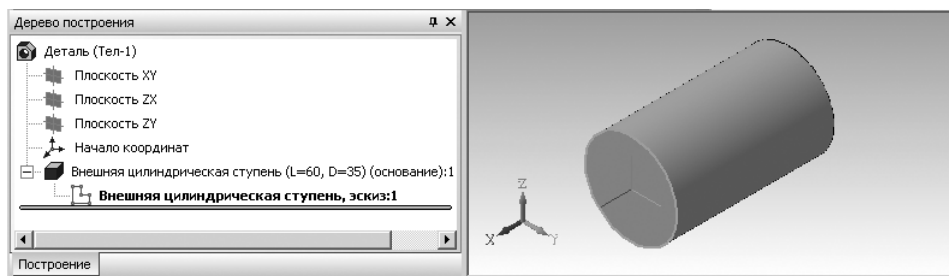

Рис. 3.82. Дерево построения и внешний контур первой цилиндрической ступени трехмерной модели
- щелкните на панели инструментов по кнопке  – **ОК**. Появится внешний контур первой цилиндрической ступени трехмерной модели, см. рис. 3.82. Одновременно в **Дереве построения** появятся соответствующие ветви первого построенного элемента.